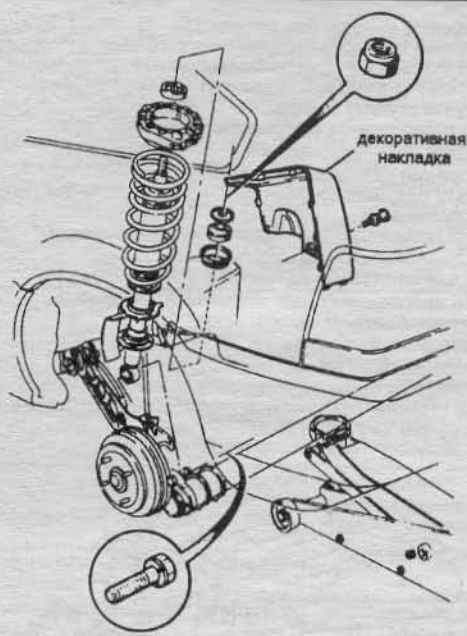

Рис. 14.2 Сборка задней стойки (модели 1984 - 1987 годов).
2. Подведите домкрат под балку задней оси (см. рис. 14.2) и поднимите ось.